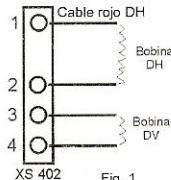

Fig. 1
- Conectar las líneas de deflexión (DH y DV) en XS402 mediante el conector suministrado (ver fig. 1), teniendo en cuenta los puntos 2 , 3 y 4 siguientes para el correcto conexiónado .
2) **Bobinas de deflexión , situación general :** la resistencia de la bobina de deflexión horizontal (DH) es menor que 2.5 ohms y la resistencia de la bobina de deflexión vertical (DV) es mayor a 5 ohms , adecuando la conexión a las siguientes condiciones particulares :
b) **0.6 - 1.1 ohms :** Cortar el cable rojo del conector de líneas de deflexión (CLD) y conectarlo en el pin T2 , los otros 3 cables del CLD conectarlos a los pines 2, 3 y 4 del zócalo XS402 (recordar fig. 1) , incrementar el capacitor C441 a .33 o .47mf como máximo y si falta ancho, desmagnetizar el C441 (como mínimo a .22mf), entonces ajustar RP301 , RP302 .
2) **Bobinas de deflexión , situación general :** la resistencia de la bobina de deflexión horizontal (DH) es menor que 3.5 ohms y la resistencia de la bobina de deflexión vertical (DV) es mayor a 6 ohms , adecuando la conexión a las siguientes condiciones particulares :
b) **2.2 - 3 ohms :** Cortar el cable rojo del conector de líneas de deflexión (CLD) y conectarlo en el pin T10 , los otros 3 cables del CLD conectarlos a los pines 2, 3 y 4 del zócalo XS402 (recordar fig. 1) , ajustar el capacitor C441 .